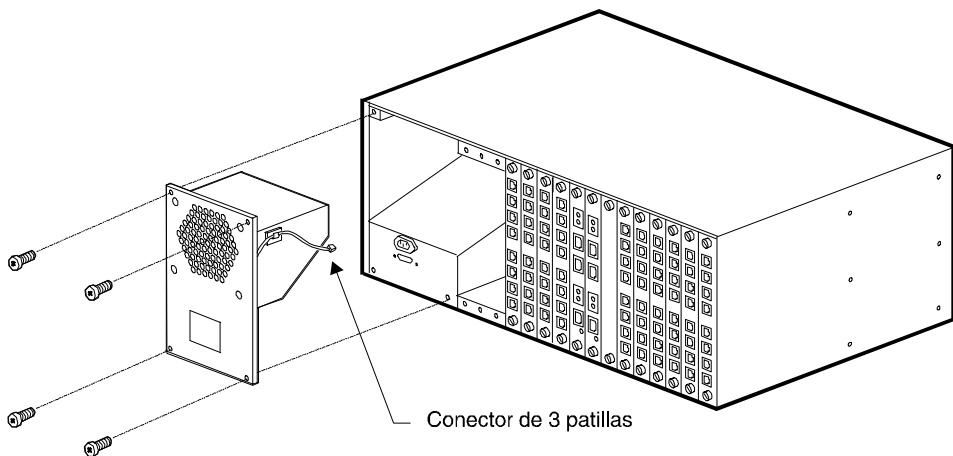

Figura C-1. Extracción del conector de 3 patillas y de la placa de metal
4. Extraiga el extremo del conector de 3 patillas del cable de alimentación del ventilador de enmedio. Consulte la Figura C-1.
5. Extraiga los cuatro tornillos que mantienen la placa de protección de metal del ventilador. Consulte la Figura C-1.
6. Saque el ventilador de su ubicación en el chasis. Consulte la Figura C-1.